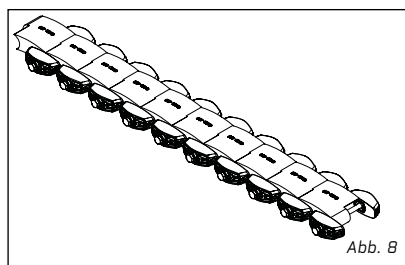

Abb. 8
► Komplet montierte Gliederkette zur weiteren Montage (siehe Abb.: 8).